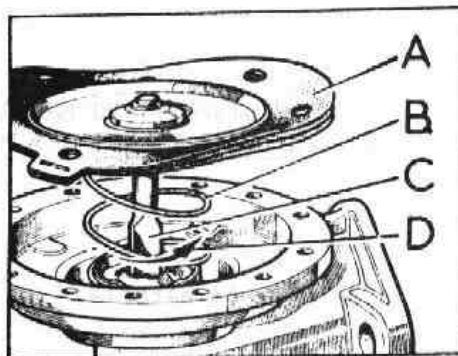

Fig. L1-17 Montaje del diafragma
- 1.3. Desmontar el diafragma oprimiendo ligeramente la parte metálica de - - aquél; se girará 90° en cualquier sentido para permitir que el muelle empuje el diafragma fuera del cuerpo de la bomba (Fig. L1-17).